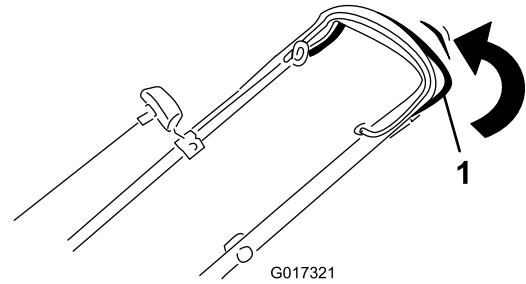

Figura 19
- **Para activar la autopropulsión:** Apriete la barra de autopropulsión contra el manillar y manténgala allí (Figura 19).